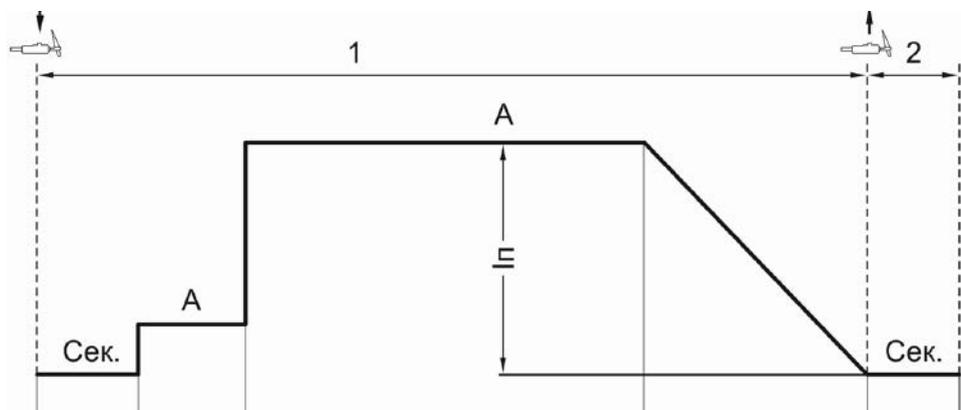

Рис. 7.4.3. Режим работы SPOT.
**Режим SPOT** рекомендуется использовать при сборке металлоконструкций и сварке коротких швов с одинаковой длиной (см. рис. 7.4.3, см. раздел 9.14).